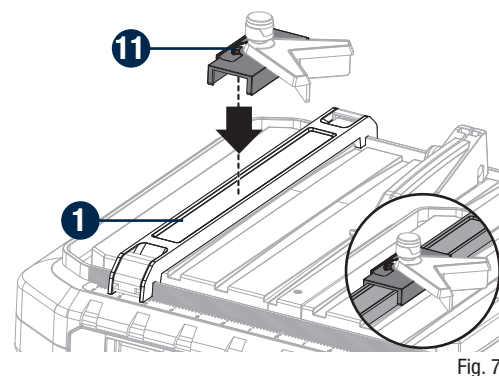

Fig. 7
**INSTALLATION DU GUIDE DE COUPE (Fig. 7)**
- Placez le guide à onglets (11), rainure vers le bas, sur le guide de coupe (1).